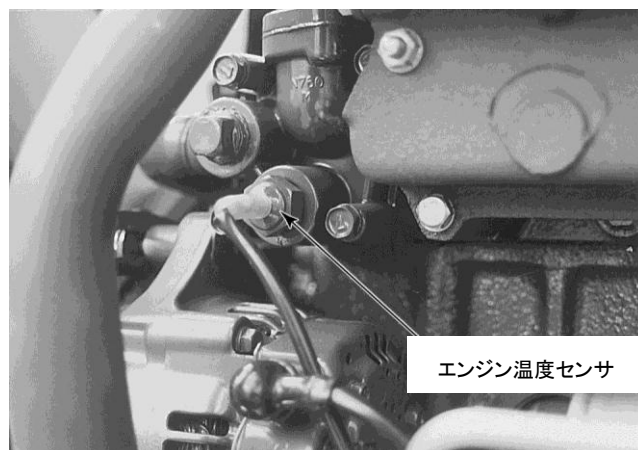

図61 サーモスタットハウジング
**サーモスタット**：サーモスタットは、シリンダヘッドの前の冷却水出口接続部にあります(図61)。